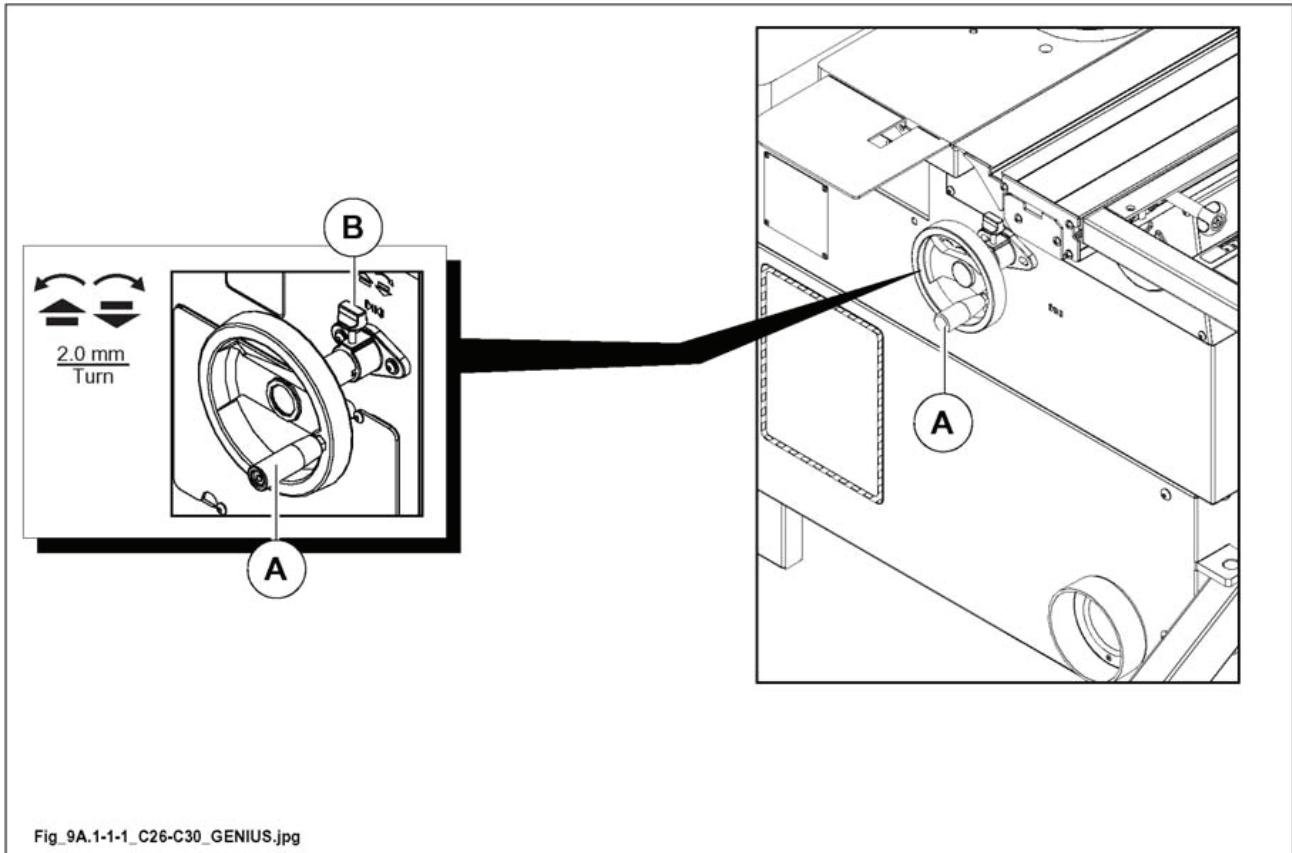

Рис. 9.1-1-1
- Ослабить барашковый винт В (рис. 9.1-1-1).
- Для перемещения шпинделя в вертикальном направлении использовать маховицок А (рис. 9.1-1-1).
- После каждой регулировки следует блокировать маховицок барашковым винтом В (рис. 9.1-1-1).